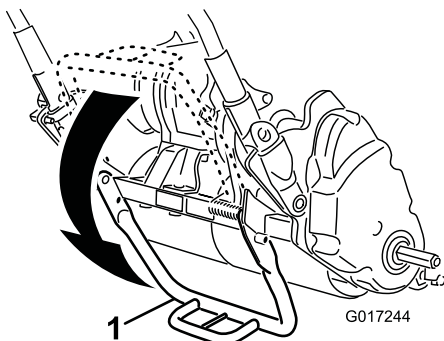

图18
1. 用脚向下踩支撑架的中心然后向上拉动下部手柄支架直到支撑架向前旋转并超过中心 图18。